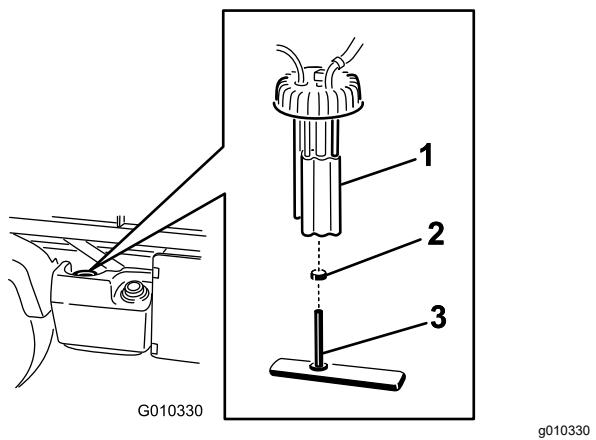

Figura 47
2. Estraete i connettori di cablaggio preassemblato dalla pompa del carburante (Figura 47).
3. Allentate la fascetta stringitubo e scollegate i tubi del carburante dal tappo della pompa del carburante (Figura 47).
4. Togliete il tappo della pompa del carburante dal serbatoio del carburante (Figura 47).
5. Rimuovete il gruppo pompa e filtro del carburante dal serbatoio (Figura 47).
7. Rimuovete il tubo dai raccordi (Figura 47).